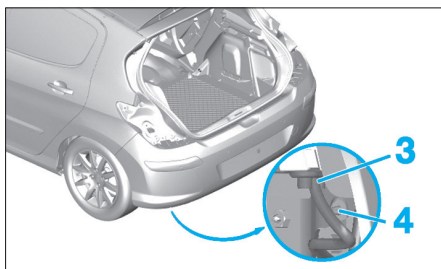

Fig. 182
- Déloger partiellement le joint de coffre (2).
- Dégager le passe-fil (3) et l'agrafe (4) (Fig.182).